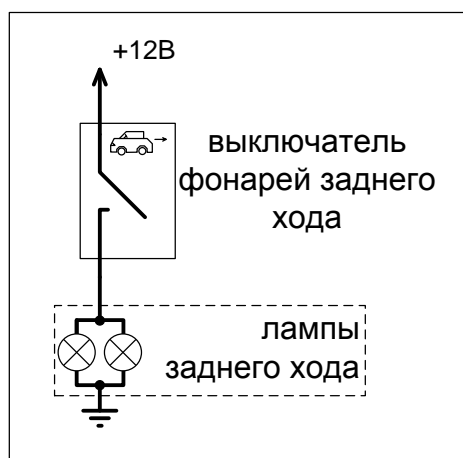

Рисунок 5 – Исполнение R+
- если лампы заднего хода постоянно подключены к «массе» автомобиля, а выключатель фонарей заднего хода коммутирует на них цепь питания +12В (иллюстрация рис.5), то необходимо выбрать исполнение **R+**.